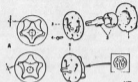

Abb. A. 20
- (4) Der Pumpendeckel ist auf dem Pumpengehäuse durch zwei Pfastifte und eine Schraube gesichert. Nach Herausdrehen der Schraube läßt sich die Pumpe für Kontrollzwecke und falls erforderlich Ersetzen von Bestandteilen zerlegen.
- (5) Rotoren in Pumpengehäuse einsetzen.
- (6) Ein Lineal über die Transmissionsfläche des Pumpengehäuses legen und Spalt zwischen Rotorenoberfläche und Unterseite des Lineals messen. Dieser Spalt darf 0,127 mm (0,005") nicht überschreiten. Bei zu großem Spalt läßt sich dieser Zustand berichtigen, indem die beiden Pfastifte entfernt werden, worauf die Transmissionsfläche des Pumpengehäuses nachgelagert werden kann.
- (7) Rotoren in Pumpengehäuse einsetzen und Spiel an den Motorflügeln messen, wenn diese sich in der in Abb. A. 20 dargestellten Lage befinden, beträgt das Spiel